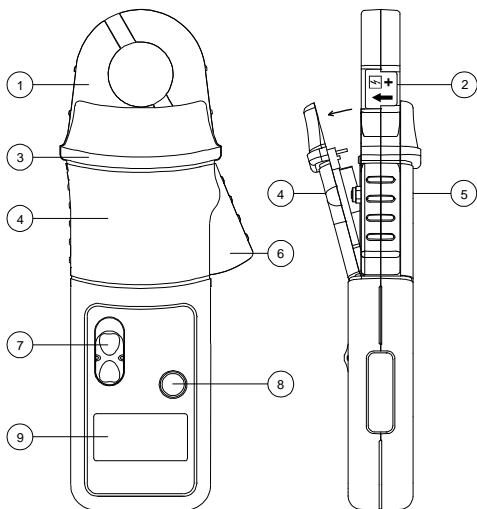

Bild 1
- Halten Sie das Anzeigemessgerät nirgends hinter der Sicherheitsbarriere (siehe Bild 1).
Wenn das Symbol für niedrige Batteriespannung im Display aufleuchtet, ist die minimale Batteriespannung erreicht. Siehe Bild 1 und gehen Sie wie folgt vor:
Lösen Sie die Schraube am Batteriefachdeckel. Heben Sie die Abdeckung um 30° und ziehen Sie diese gerade vom Rumpf der Stromzange, wie in Bild 1 dargestellt. Ersetzen Sie die Batterie, schliessen Sie das Batteriefach und drehen Sie die Schraube fest.